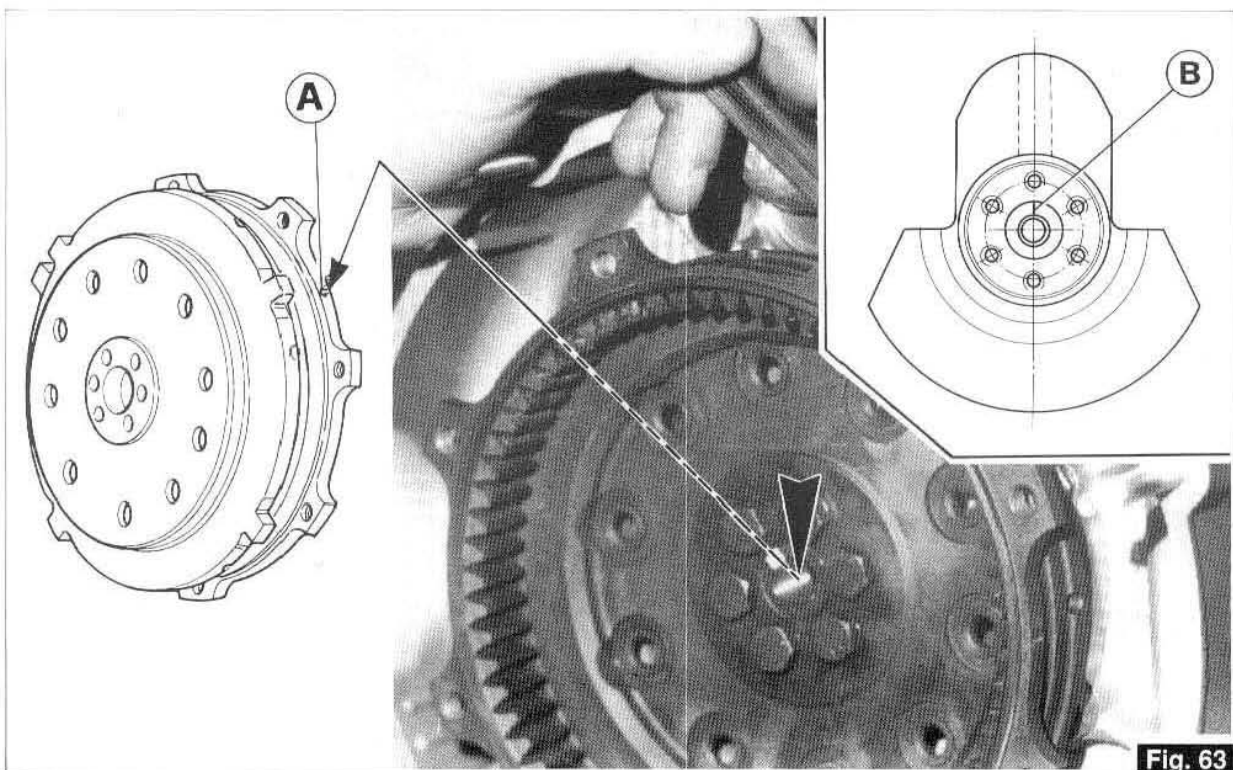

Fig. 63
- Lors du remontage du volant sur le vilebrequin, il faut respecter les références d'emplacement tel qu'elles sont indiquées sur la figure 63 (la flèche «A» imprimée sur le volant moteur doit être alignée avec la marque «B» sur le vilebrequin).
- Bei der Wiedermontage auf die Motorwelle sind die Positionsbezugspunkte, so wie auf der Abb. 63 angegeben (der auf das Schwungrad aufgestanzte Pfeil «A», muß mit dem Zeichen «B» auf der Motorwelle auf Flucht liegen).